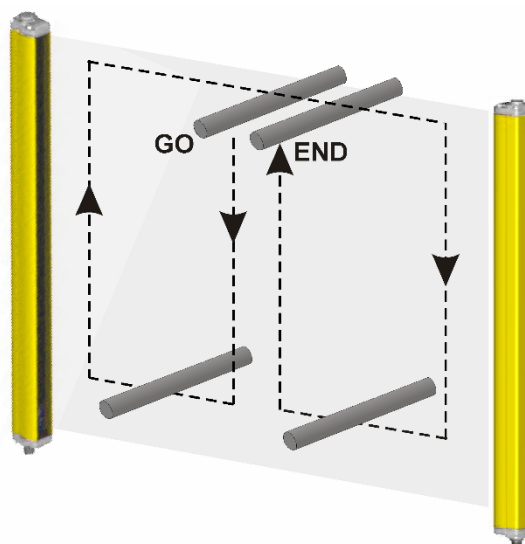

Abbildung 13 – Schema zur Überprüfung der Funktion
- Die AOPD während der Strahlenunterbrechung entlang des gesamten Erfassungsbereichs im OSSD-AUS-Zustand (➡) verweilt. Verwenden Sie dafür den entsprechenden „Teststab“ und befolgen Sie das in Abbildung 13 gezeigte Schema. Der entsprechende „Teststab“ hat ein Maß entsprechend der Auflösung der verwendeten AOPD, z. B. einen Durchmesser von 14 mm für einen Lichtvorhang mit 14 mm Auflösung.